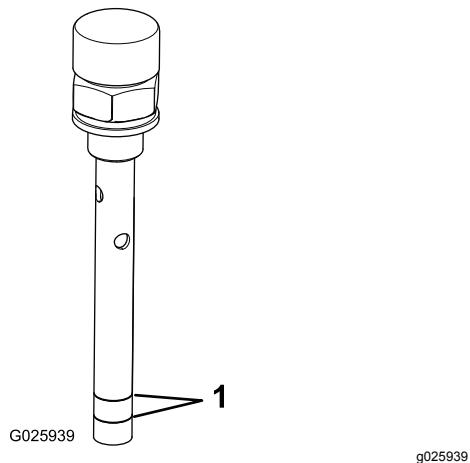

Figura 3
3. Añada aceite para engranajes 80W-90 por el orificio hasta que el nivel de aceite esté entre las líneas de llenado del respiradero (Figura 3), con el respiradero enroscado a fondo en el orificio.